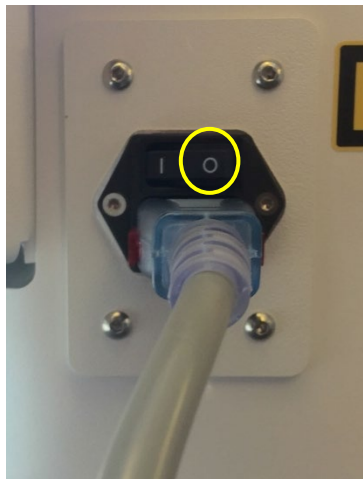

Figura 3-50. Posizione di spegnimento
- Portare in posizione di spegnimento l'interruttore di alimentazione principale situato sulla base del sistema KXL, come mostrato nella Figura 3-50.